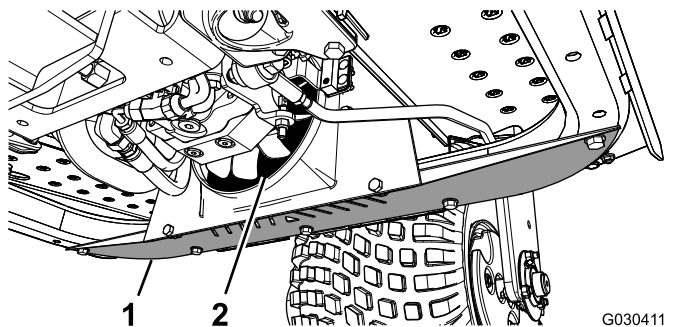

图44
1. 卸下下护罩 图44。
2. 使用延长管将压缩空气吹入风扇叶片之间 图44 将杂物从其进入的方向吹出。